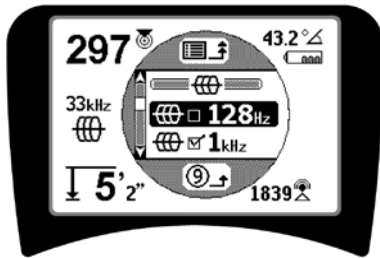

Abbildung 14: Hervorheben der gewünschten Frequenz (128 Hz)
2. **Markieren Sie mittels der Auf-/Abwärtstasten die gewünschte Frequenz** (Abbildung 14). In diesem Beispiel aktiviert der Benutzer eine Frequenz von 128 Hz.